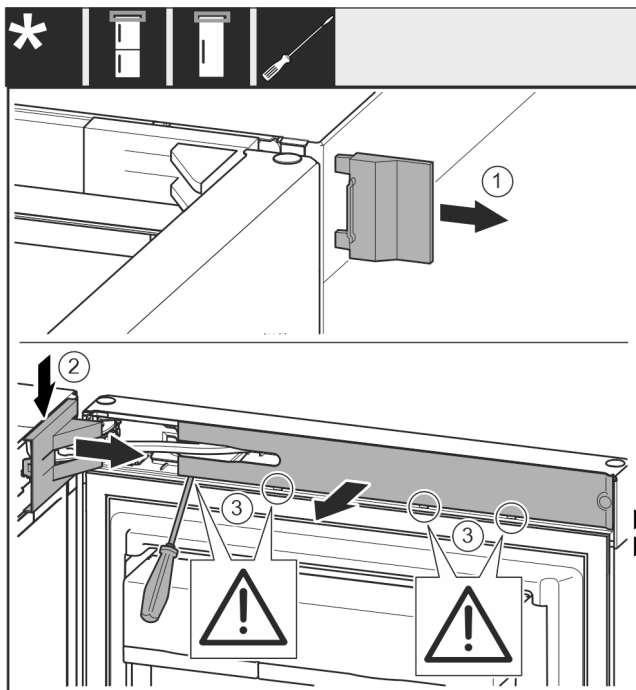

Fig. 10
- Snemite pokrov Fig. 10 (1).
- Snemite in odstranite pokrov ležajnega podstavka Fig. 10 (2).
- Snemite pokrov ležajnega podstavka Fig. 10 (2).
- S ploščatim izvijačem sprostite zaslonko Fig. 10 (3) in jo obrnite na stran.